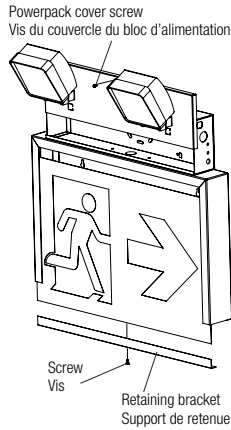

Fig. 2 Wall mount
4. Pour une installation directement sur une boîte de raccordement électrique, l'enseigne inclut des débouchures de distribution universelles et des fentes en trou de serrure estampées au dos du bloc d'alimentation. De façon alternative, des débouchures se situent sur le dessus et sur le côté pour brancher les fils à travers un conduit de surface. Défoncer le(s) trou(s) approprié(s) et faire traverser les fils dans le bloc d'alimentation en passant par le (s) trou (s) (Fig. 2).
5. Installer l'unité à sa place de façon sécuritaire. Ne pas compter sur les connexions électriques pour supporter l'unité, utiliser plutôt les fentes en trou de serrure conçues pour le montage (Fig. 2).